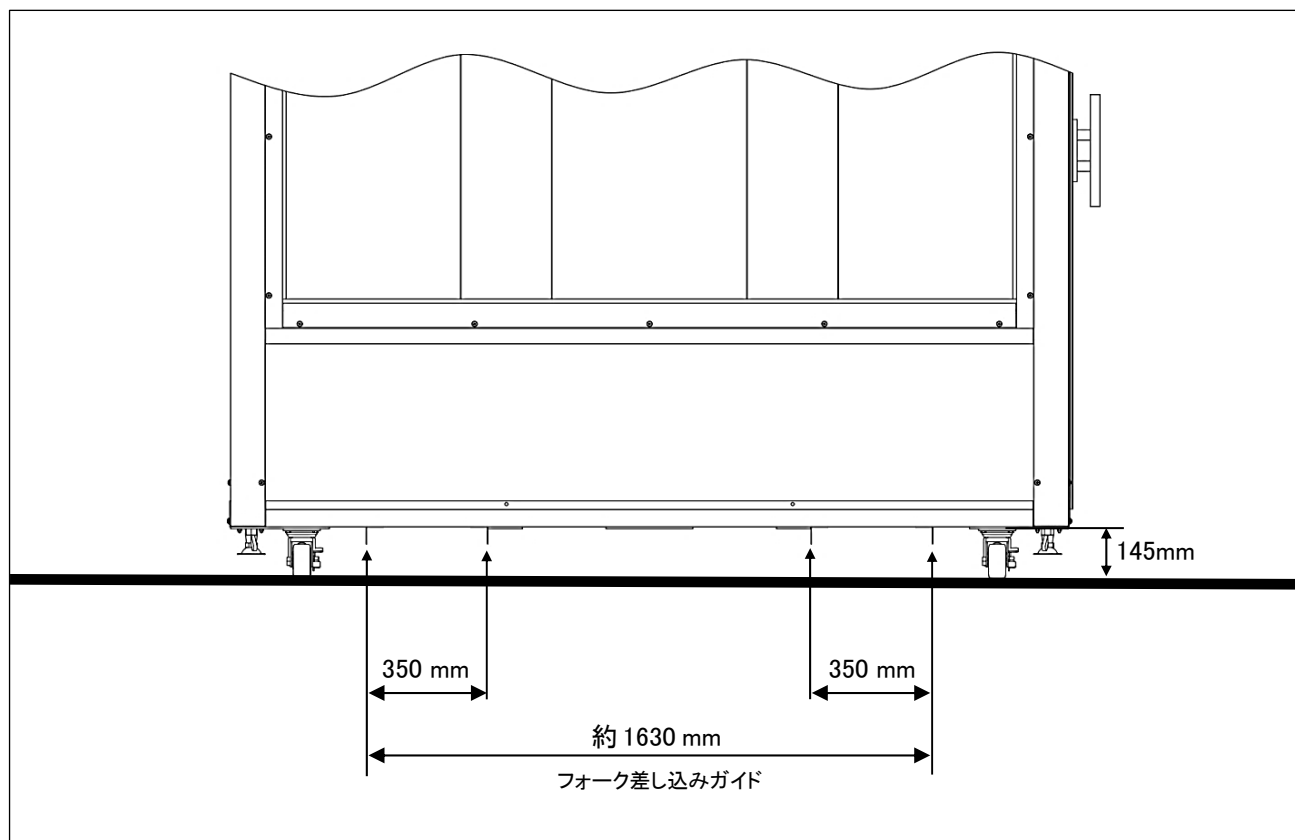

Fig.3-2 差し込み位置
- ❗ 移動時の段差を乗り越える際は「Fig.3-2」記載のフォークリフト差し込みガイドとアジャスターボルトが段差に干渉しないよう注意してください。
- ① ユニットのキャスターをロックしてください。ロック付きのキャスターは正面向かって左側 2 箇所になりますので両方をロックしてください。
- ② ユニットを地面へ直接置いた場合、フォークリフトの爪の差し込み高さは約 145 mm (標準仕様) です。
- ③ 「Fig.3-2」の位置(ユニット前面側)にフォークリフトの爪を前面側から差し込み、持ち上げてください。